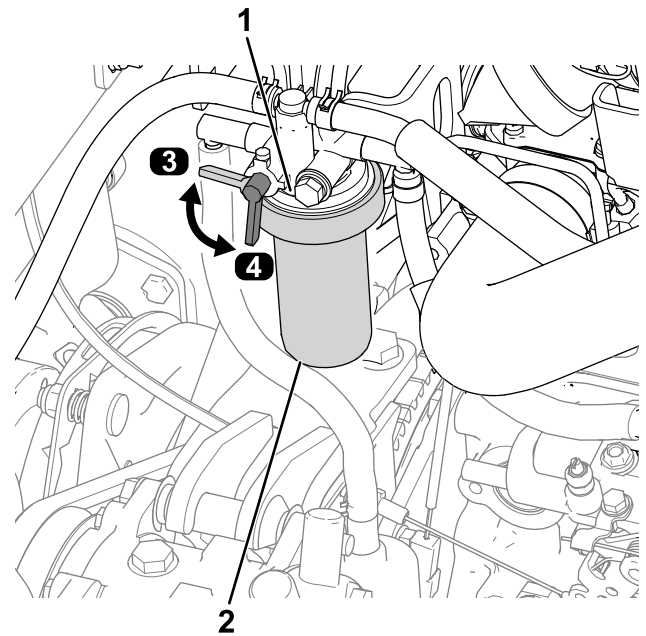

Bild 57
- Entfernen Sie den Filter und reinigen die Kontaktfläche (Bild 57).
- Drehen Sie den Kraftstoffhahn in die EIN-Stellung (Bild 57).
- Drehen Sie den Kraftstoffhahn in die AUS-Stellung (Bild 57).
- Reinigen Sie den Bereich um den Kraftstofffilterkopf (Bild 57).